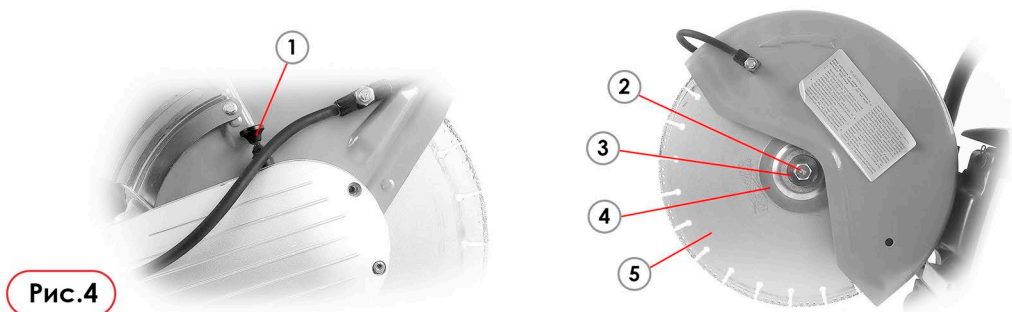

Рис.4
- в) Установка/замена отрезного диска: (Рис. 4)